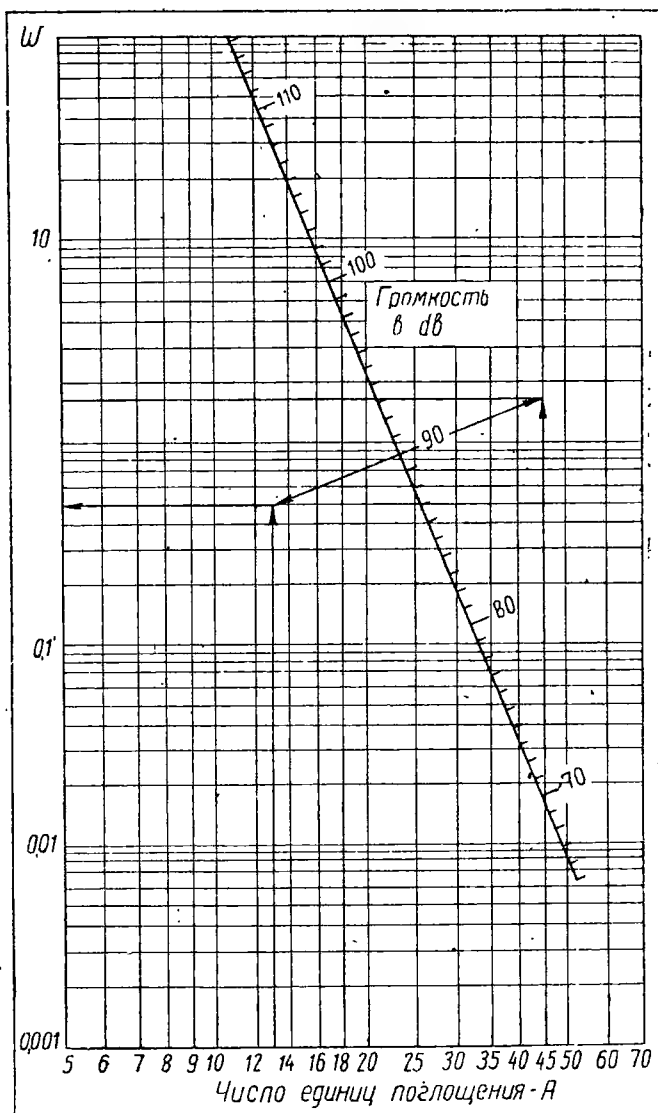

Рис. 5. Номограмма для расчета выходной мощности приемника
2. Откладываем по горизонтальной оси полученное число единиц поглощения, в данном случае 13 (рис. 5).